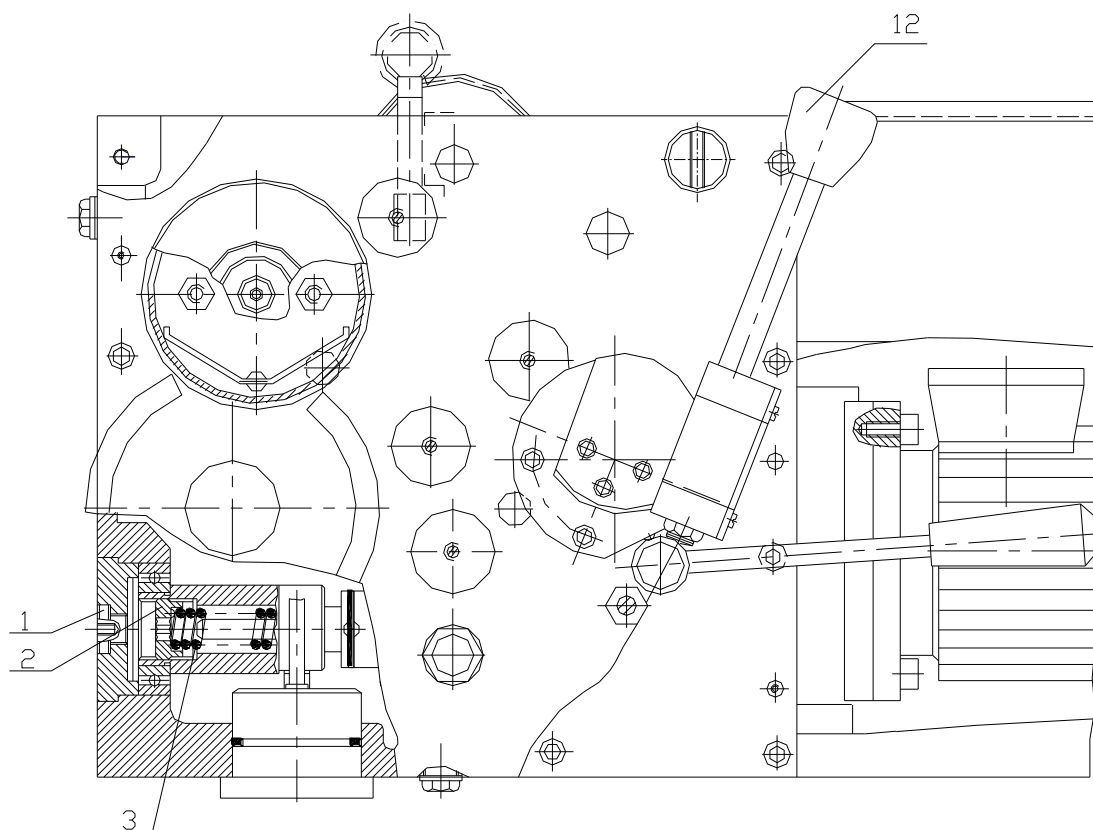

Fig.15.5
15.5. Einstellen der Sicherungskupplung im Schlosskasten. (Fig.15.5)